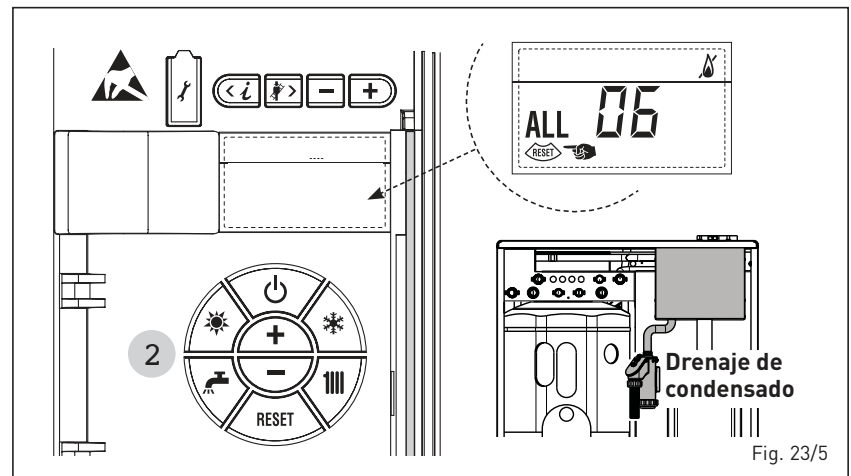

Fig. 23/5
- ANOMALÍA TERMOSTATO SEGURIDAD/HUMOS "ALL 07" (fig. 23/6)